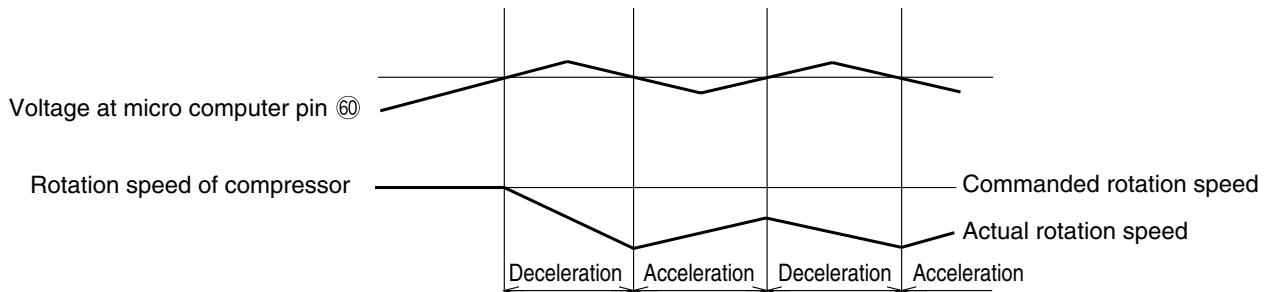

Fig. 7-7
① Circuit de jugement extérieur de la surcharge
- Le filtre, constitué du R245 et C217, élimine les fréquences harmoniques élevées de la tension générée par le courant provenant de la résistance de détection ; R245 et C217 égalisent la tension. Cette tension est ensuite émise en entrée vers la broche IC4 ⑤ et envoyée à la broche du microprocesseur ⑥. Le microprocesseur compare cette entrée avec la valeur définie et, si l'entrée dépasse la valeur définie, il passe en état de contrôle de surcharge.
- La Fig. 7-7 représente le contrôle de vitesse de rotation. Lorsque la tension à la broche ⑥ du microprocesseur dépasse la valeur définie, le microprocesseur réduit la vitesse de rotation du compresseur, ainsi que la charge.